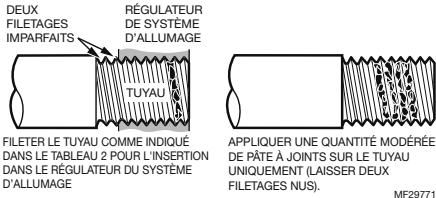

Fig. 4. Utiliser une quantité modérée de pâte à joints.
5. Appliquer une quantité modérée de pâte à joints de bonne qualité, en laissant deux filets nus à l'extrémité. Ne pas utiliser de pâte à joint sur les filetages sur la sortie. Voir la Fig. 4